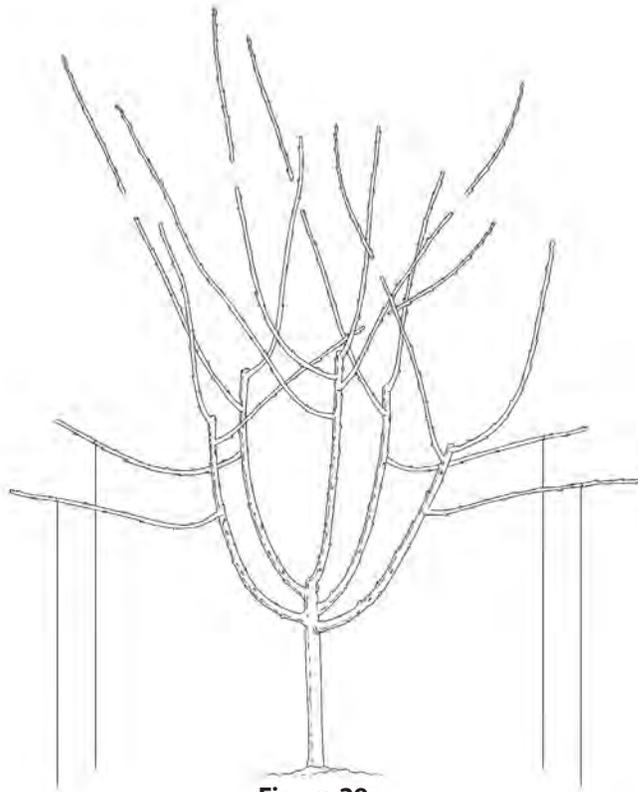

Figura 29
- Antes del inicio de producción, la retención de varias ramas temporales ayudará a controlar el vigor del árbol. Recórtelas a 24 pulgadas (Figura 29).